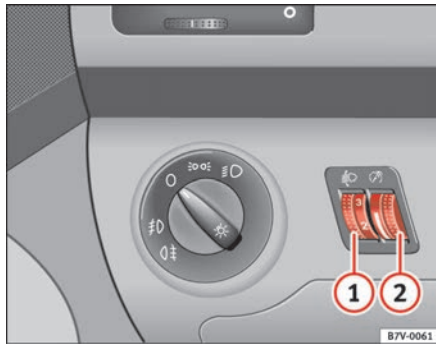

Abb. 71 In der Instrumententafel: Regler für Leuchtweitenregulierung ① und Instrumenten-/Schalterbeleuchtung ②
Bei eingeschaltetem Licht lässt sich die Helligkeit der Instrumenten- und Schalterbeleuchtung durch Drehen des Reglers ⇒ Abb. 71 ① stufenlos regulieren.